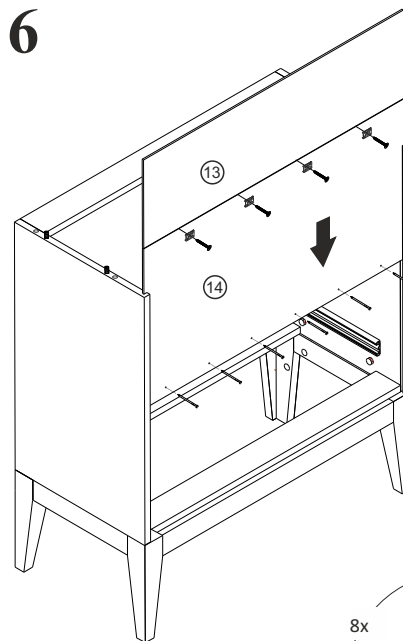

рис. 15
6. Согласно схеме (рис.15) установить заднюю стенку (дет. 13 и 14) в паз стоек. Зафиксировать гвоздями нижнюю часть детали 14 к торцу ребра жесткости. Стык стенок соединить с помощью скрепки мебельной и самореза 3,5x16.